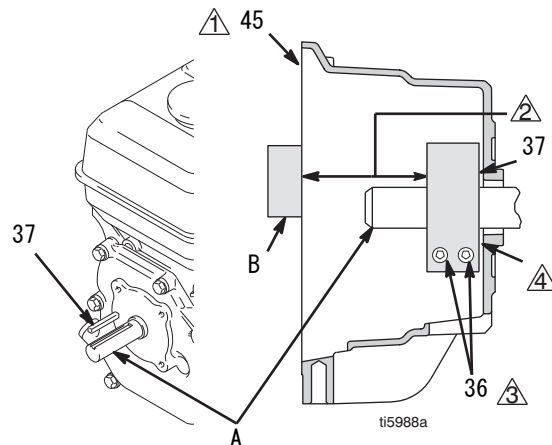

図. 10
4. 図. 10. クランプ (38) の2本のネジ (36) を緩めます。
5. スクリュードライバをクランプ (38) に差し入れクランプを外します。
1. 図. 10 エンジンシャフトキー (37) を取り付けます。
2. クランプ (38) をエンジンシャフト (A) に差し込みます。